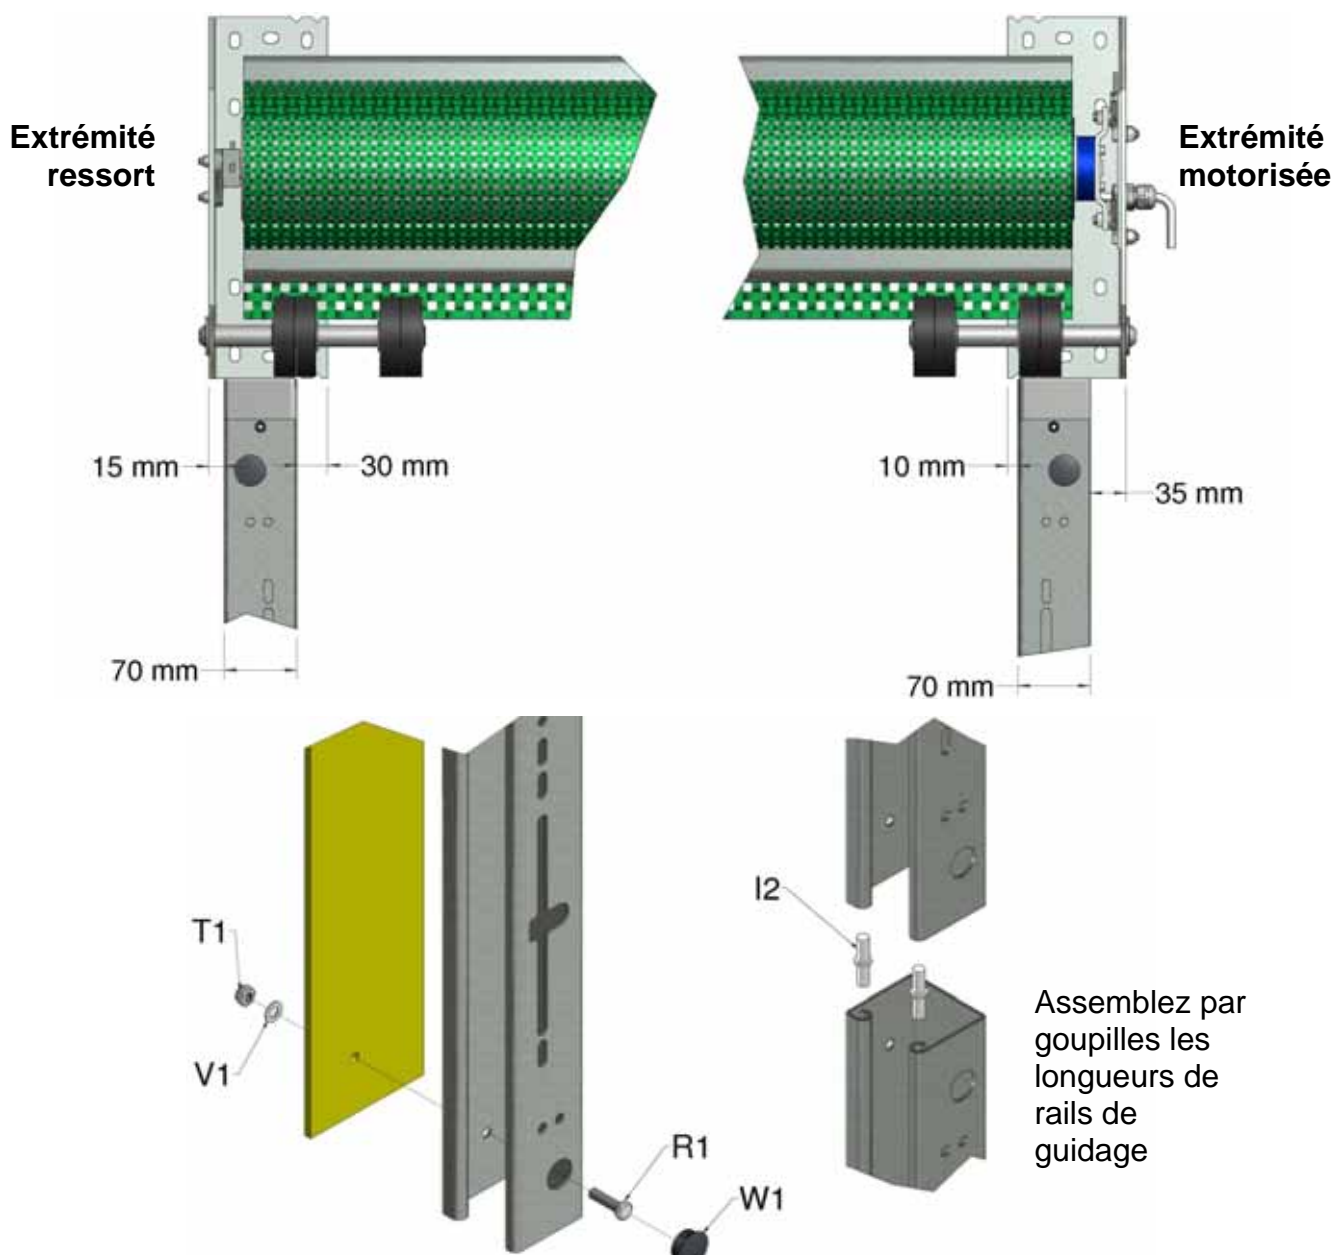

Figure 11, boulonnage des rails de guidage et assemblage du rail de guidage à la paroi
10. Fixez les rails de guidage au bâtiment comme indiqué par la figure 11 à l'aide de fixations M8 en utilisant les trous préperforés distants de 100 cm entre axes. Si les rails sont fournis en longueurs partielles, alignez chaque section à l'aide des goupilles de jointement (I2) fournies (figure 11).